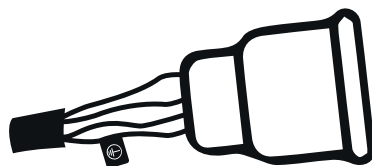

Figure 3 : Branchements Électriques
- Puisqu'il peut y avoir différentes prises en fonction de l'usine, des chantiers de construction et des ateliers, le câble d'alimentation est livré sans fiche. Une fiche adaptée à la prise doit être connectée par un électricien qualifié (Figure 3). Assurez-vous que le fil de la mise à la masse jaune/vert, marqué par  est présent.